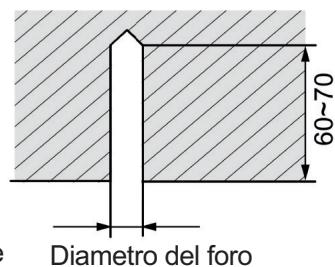

Fig. 4.1.10
1) Attaccare la dima di installazione nella posizione di installazione e praticare 4 fori nella posizione di installazione in base alla dima, come mostrato in Fig. 4.1.9. Fare riferimento al diametro del bullone di espansione per il diametro del foro con profondità di 60-70 mm, come mostrato in Fig. 4.1.10.